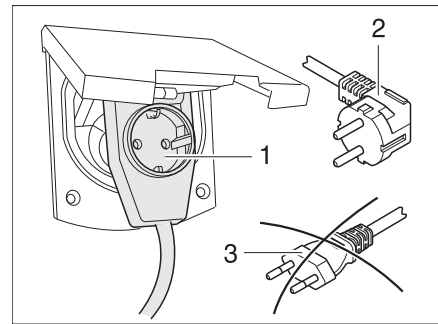

Bild 199 Anschluss an eine Winkelkupplung mit Steckdose
- ▶ Bei Verwendung einer CEE 17 Winkelkupplung mit rückseitig eingebauter Steckdose (Bild 199,1) nur einen gummierten und versiegelten IP 44 Stecker mit Schutzkontakt (Bild 199,2) verwenden. Keine Stecker ohne Schutzkontakt (Bild 199,3) verwenden. Gefahr eines Stromschlages!